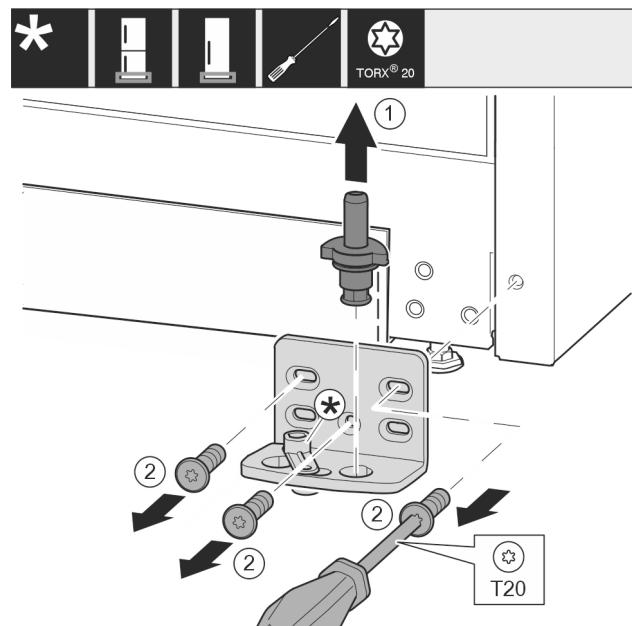

Fig. 14
- Опорний гвинт цілком витягніть рухом вгору. Fig. 14 (1)
- Викрутіть гвинти за допомогою викрутки T20 та зніміть опорний кронштейн. Fig. 14 (2)